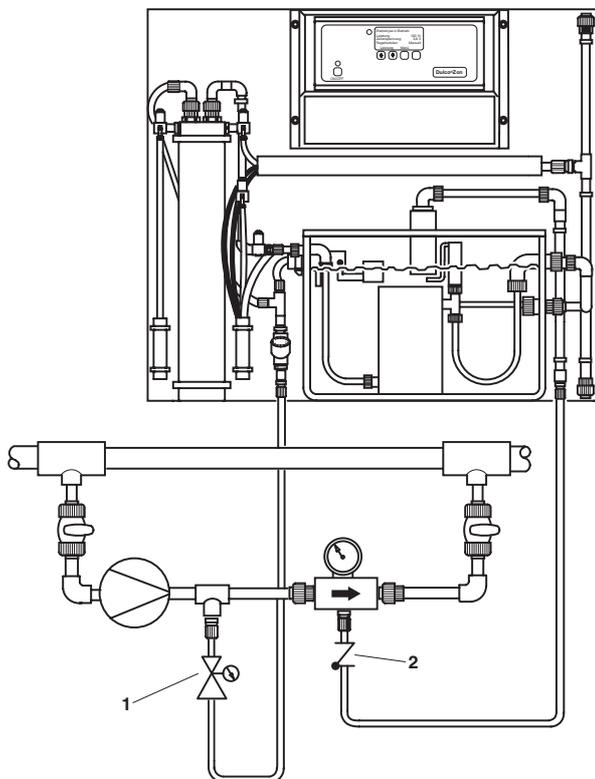

Abb. 8
- Eine Installation gemäß Abb. 8 in die Wasserleitung installieren.